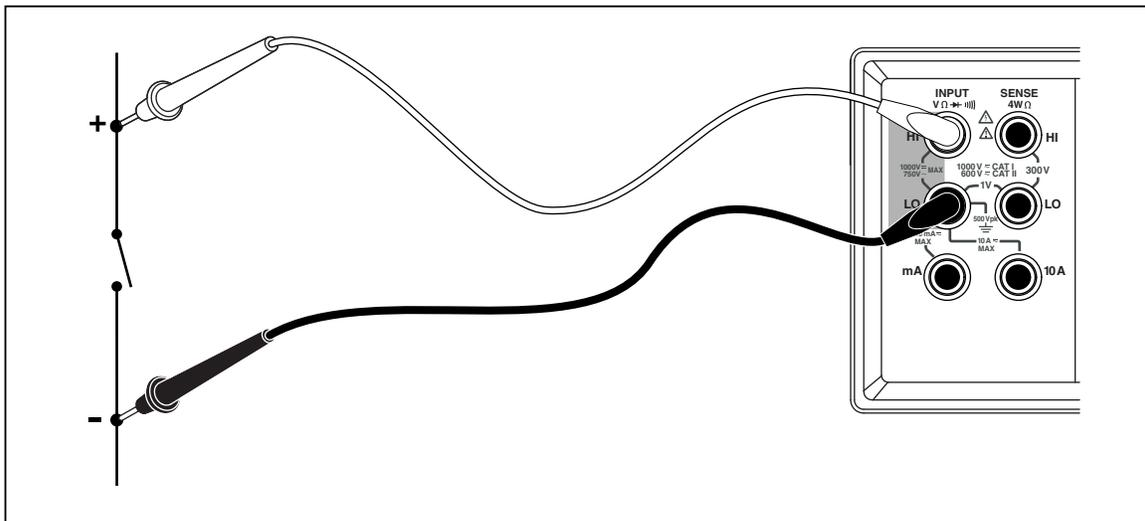

図 3-10. 導通テスト
2. 図3-10に示すように本器と被測定回路をテスト・リードで接続します。被測定回路が $20\ \Omega$ 以下であれば本器はビープ音を発します。